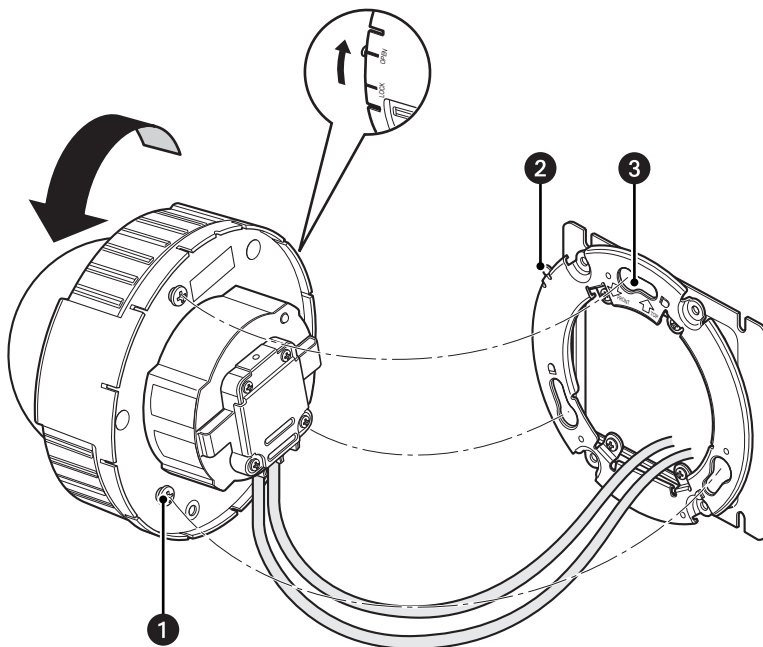

Рис. 7. Установка камеры на сдвоенную клеммную коробку
- ❶ Сдвоенная клеммная коробка
- ❷ Крепление камеры
2. Установите камеру (см. рис. 7 на стр. 25):